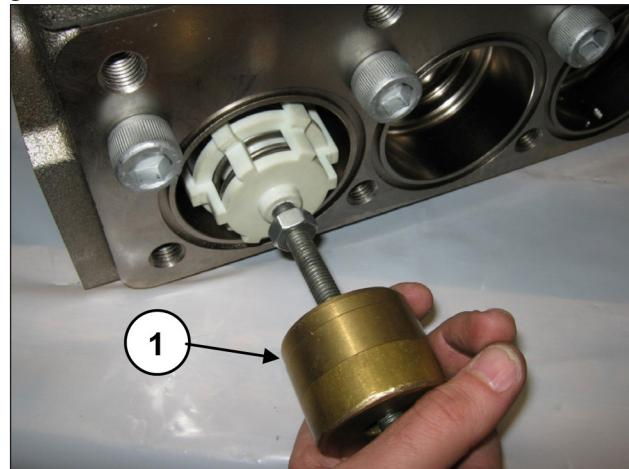

Fig. 140
Extraer el grupo válvula de aspiración aplicando un extractor de percusión (cód. 27516400) en el orificio M10 de la guía de la válvula (pos. ①, Fig. 140) o, como medida adicional, aplicar un adaptador M10-M16 (cód. 25089700) a la rosca M16 de la guía de la válvula.